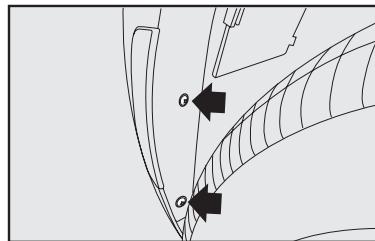

fig. 17
- Desapretar los dos tornillos de fijación del guardabarros **fig. 17**;